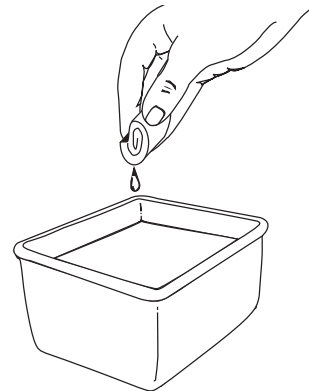

Abb. 23
3. Den Filter mit Waschmittel und Wasser waschen (Abb. 23). Den Filter sorgfältig ausspülen, abtropfen und vollständig trocknen lassen.